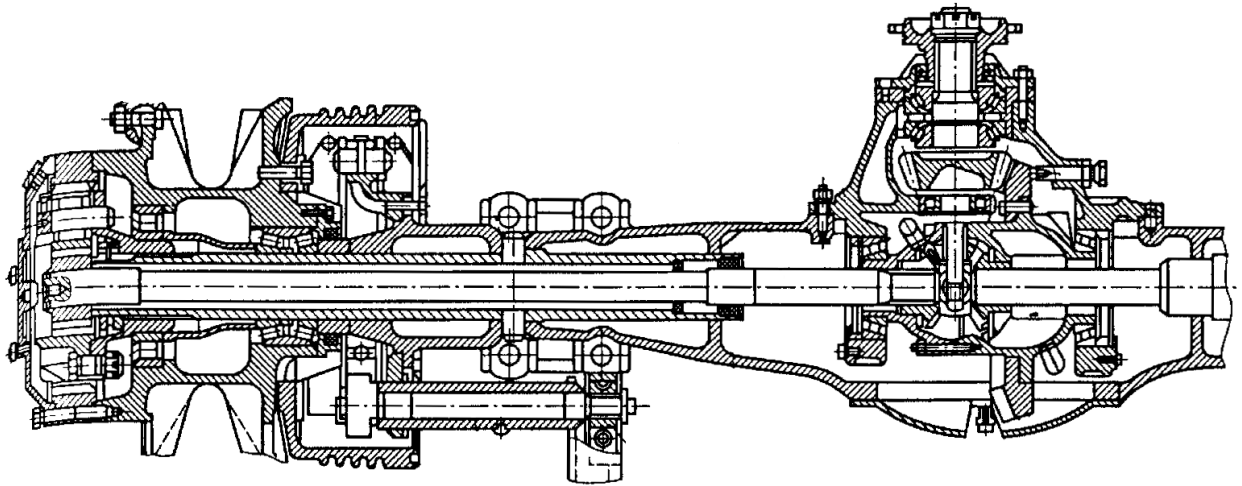

Рис.1. Задний мост
8. ХАРАКТЕРИСТИКА ГЛАВНОЙ ПЕРЕДАЧИ МОСТА НА РИС. 1